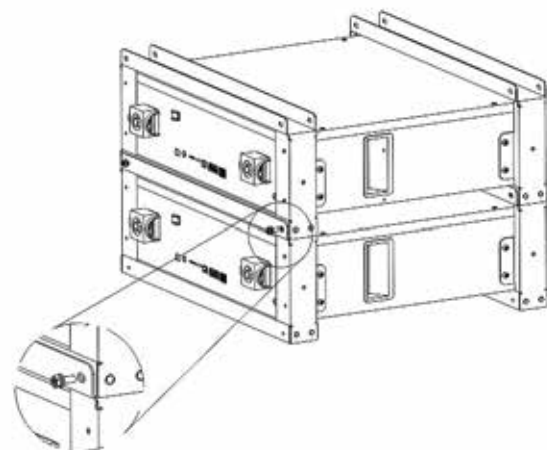

Рис. 3-6
4. Установите все винты в соответствии с положением отверстий, а винты спереди и сзади необходимо закрепить. Рисунок 3-6.